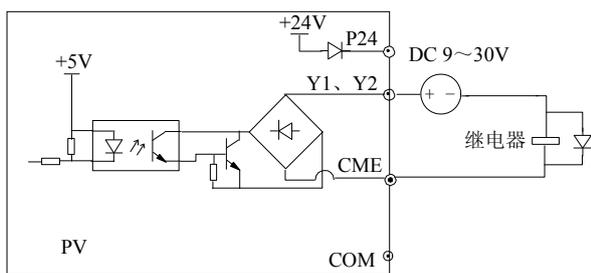

图3-29 多功能输出端子接线方式 2
②多功能输出端子 Y1、Y2 也可使用外部电源，9~30V，接线方式请参见图 3-29。